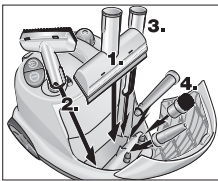

Abb. 10: Zubehörfach
- Legen Sie Handdüse, Fensterdüse, Punktrahldüse und Kleinteile in das Zubehörfach (siehe Abb. 10).